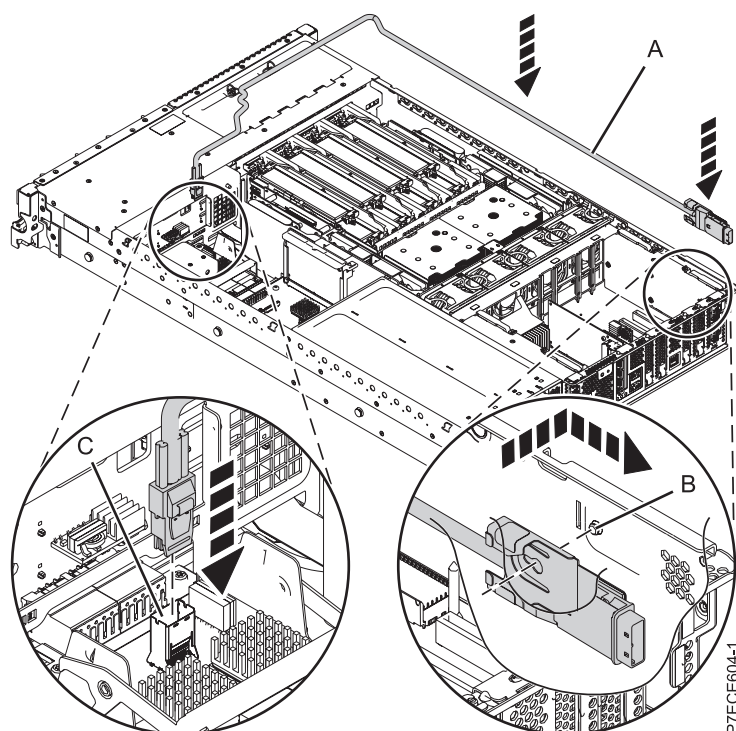

Figura 24. Instal·lació del cable SAS
10. Connecteu el miniconnector SAS del cable SAS al port de connexió SAS intern (C) a la targeta d'interposició d'emmagatzematge fins que quedi encaixat en el seu lloc. Consulteu Figura 24.
11. Feu passar el cable (A) per davant del receptacle de la targeta d'expansió de memòria i, per tot el canal de la paret fins que el connector del port SAS estigui a prop de l'obertura de la part posterior del xassís.
12. Alineeu i conduïu la ranura de la peça de subjecció del connector del port SAS (B) per puig de la guia del xassís. A continuació, feu lliscar el connector del port SAS per l'obertura de la part posterior del xassís fins que la pestanya de la peça de subjecció quedi encaixada en el seu lloc.